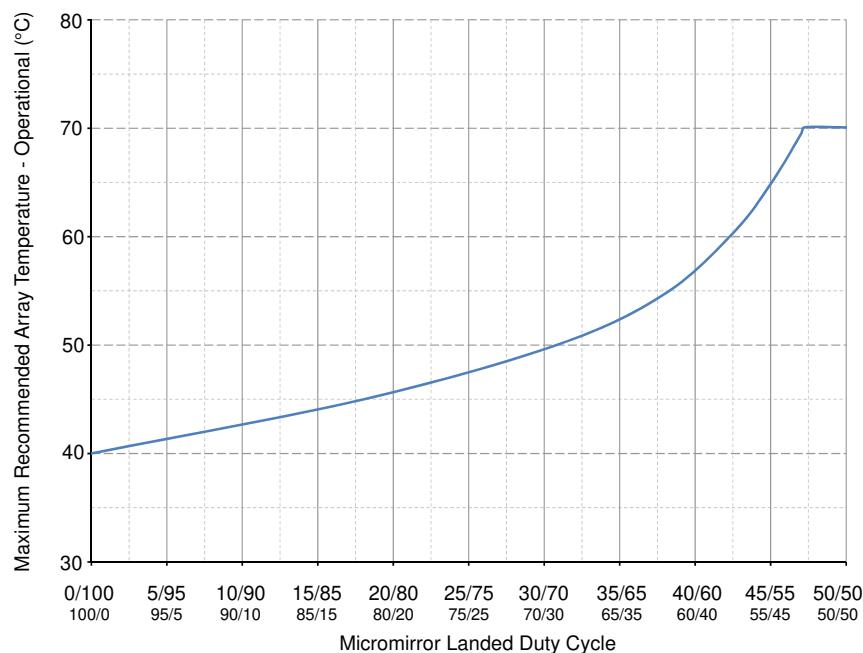
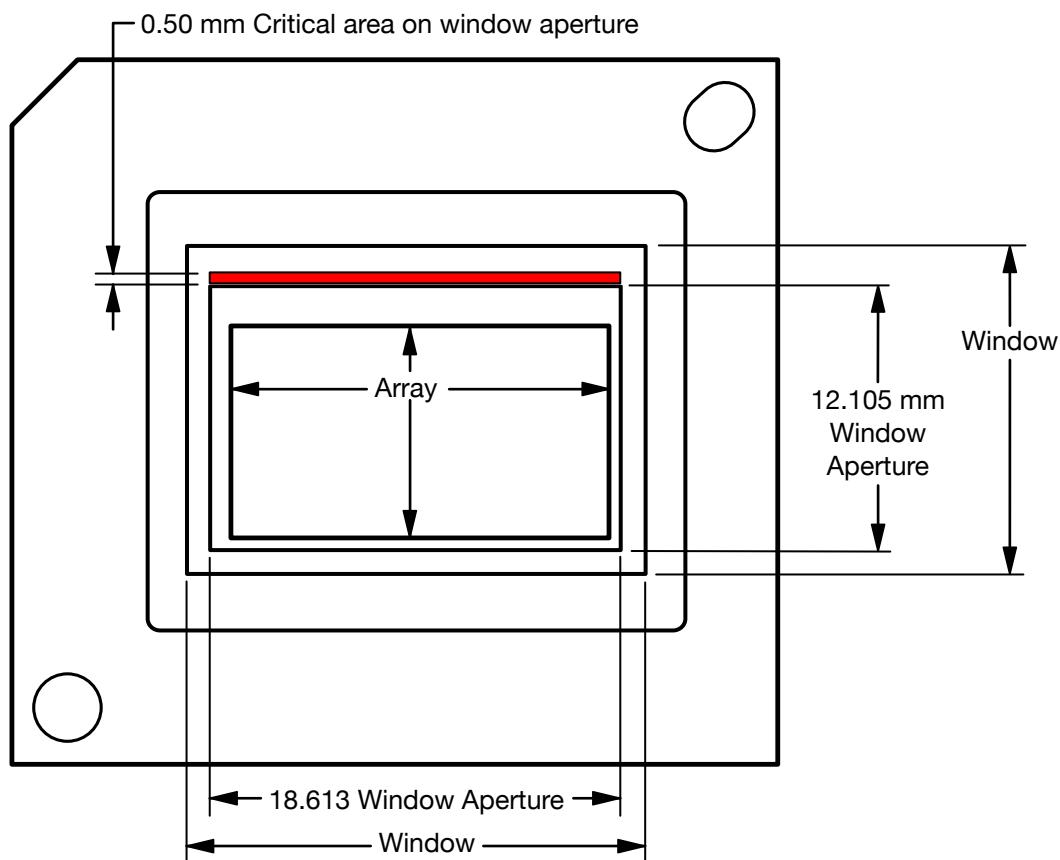

図 5-1. 推奨最大アレイ温度 – ディレーティング曲線
図 5-2. イルミネーション オーバーフィル ダイアグラム - クリティカル エリア
- (9) 長期は、デバイスの使用可能寿命と定義されます。
- (10) 図 5-1 に示すように、最大動作アレイ温度は、最終アプリケーションにおいて DMD が受けるマイクロミラーの着地デューティサイクルに基づいてディレーティングする必要があります。マイクロミラーのランデッド デューティサイクルの定義については、「マイクロミラーのランデッド オン / ランデッド オフ デューティ サイクル」を参照してください。
- (11) 短期は、デバイスの有効寿命全体にわたる合計累積時間です。
- (12) デバイスが「高温の露点温度範囲」にない経時的な平均値(保存や動作を含む)。
- (13) 保存時および動作時の高温範囲で露点温度への曝露は、 $CT_{ELR}$  の合計累積時間未満に制限されます。
- (14) 図 5-2 で定義されている領域に適用されます
- (15) DMD のアクティブ領域は、DMD デバイスセンサリの構造を通常の視界から覆い隠す、DMD ウィンドウ面の内側にある開口部で囲まれています。開口部は、いくつかの光学条件を想定した大きさになっています。アクティブ アレイの外側を照らすオーバーフィル光は散乱し、DMD を使用する最終アプリケーションの性能に悪影響を及ぼす可能性があります。アクティブ アレイの外部に入射する光の光束を最小限に抑えることが、照明光学システムの設計要件となっています。システムの光学アーキテクチャとセンサリ許容誤差によっては、アクティブ アレイの外側のオーバーフィル光量がシステム性能の劣化を引き起こす可能性があります。
- (16) 計算方法については、「ウインドウ開口照度オーバーフィル計算」を参照してください。
- (17) DMD に入射する最大許容光出力は、規定された各波長範囲における最大光出力密度とマイクロミラー アレイ温度 ( $T_{ARRAY}$ ) によって制限されます。
- (18) 計算については、「マイクロミラー電力密度の計算」を参照してください。